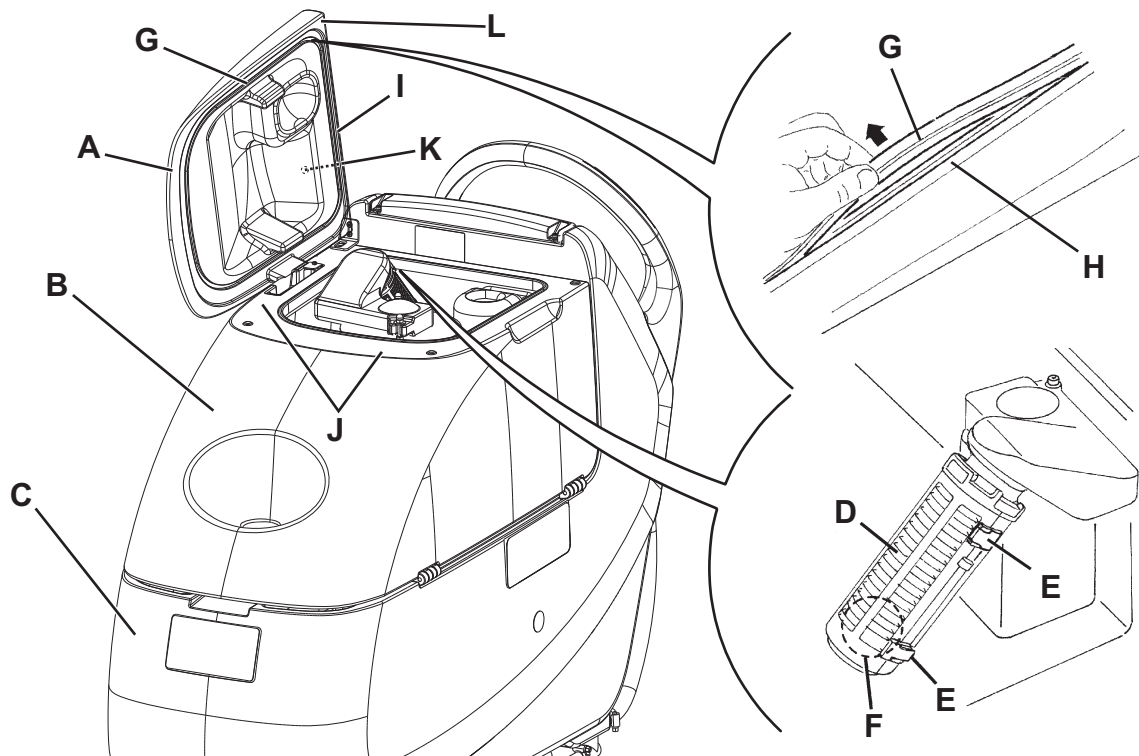

Figure 4
1. Débrancher le câble d'alimentation (3) du réseau électrique et l'enrouler autour du logement correspondant (4).
3. Ouvrir le couvercle (18) et le porter dans la position de lavage (L, Fig. 4).
4. Nettoyer et laver à l'eau propre le couvercle (A), les réservoirs (B et C) et la grille d'aspiration avec fermeture automatique à flotteur (D).